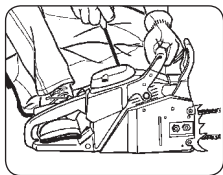

Abb. 9H
7. Indem Sie die Säge festhalten, ziehen Sie den Starter 4 mal. Der Motor sollte starten (Abb. 9H).